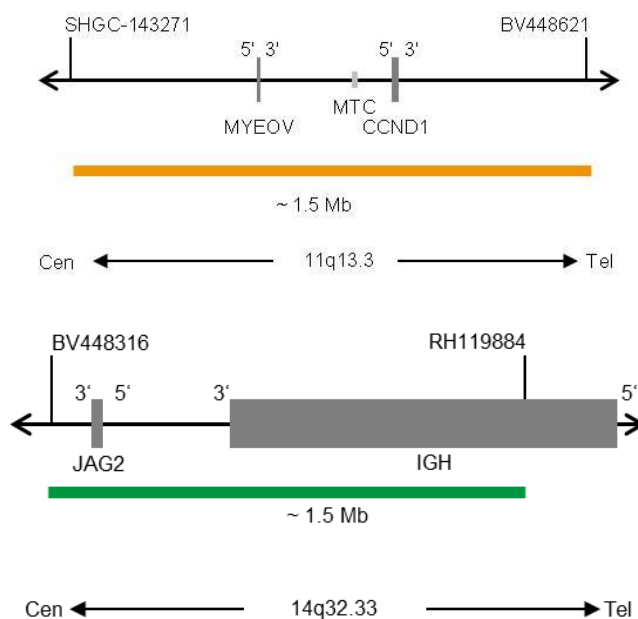

Fig. 1: Cima: SPEC CCND1 Mapa da sonda; Baixo: SPEC IGH Mapa da sonda (sem escala)
- Polinucleótidos (~6.0 ng/μl) com marcação ZyOrange (excitação 547 nm/emissão 572 nm), dirigidos ao mapeamento de sequências alvo em 11q13.3* (chr11:68,522,105-70,031,240) contendo o gene CCND1 (ver Fig. 1).
- Polinucleótidos (~12.0 ng/μl) com marcação ZyGreen (excitação 503 nm/emissão 528 nm), dirigidos ao mapeamento de sequências alvo em 14q32.33* (chr14:105,462,169-106,995,000) contendo o locus IGH (ver Fig. 1).